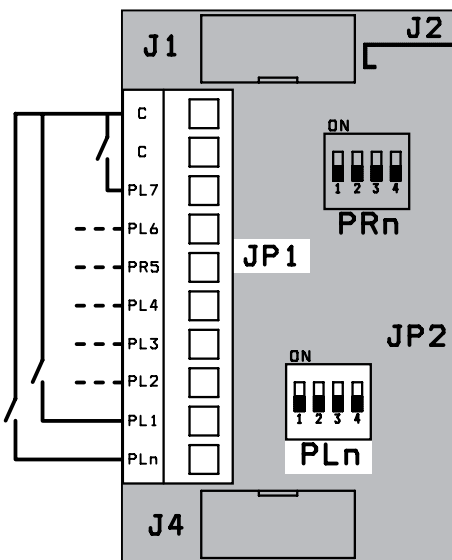

fig.3a
- Collegare i pulsanti di chiamata ai morsetti di ingresso della scheda XT2928U come indicato in fig.3a - 3b.
- Conectar los pulsadores de llamada a los bornas de entrada de la tarjeta XT2928U de la manera indicada en la fig.3a - 3b.
- Connect calling buttons to the input terminals of the board XT2928U as shown in fig.3a - 3b.
- Conectar os botões de chamada aos bornas de entrada da placa XT2928U como indicado na fig.3a - 3b.
- Raccorder les boutons d'appel aux bornes d'entrée de la carte XT2928U comme indiqué sur la fig.3a - 3b.
- Die Ruftasten an die Eingangsklemmen der XT2928U Baugruppe anschließen, wie in Abb. 3a - 3b gezeigt.